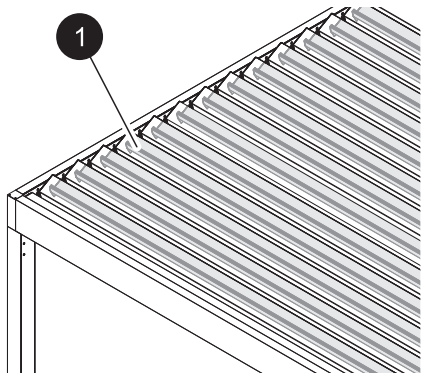

Fig. 16 : Nettoyer les bandes des lamelles
3. Frotter soigneusement les bandes de brosse avec une brosse douce ou un chiffon doux (fig. 16/1) sur chaque lamelle.